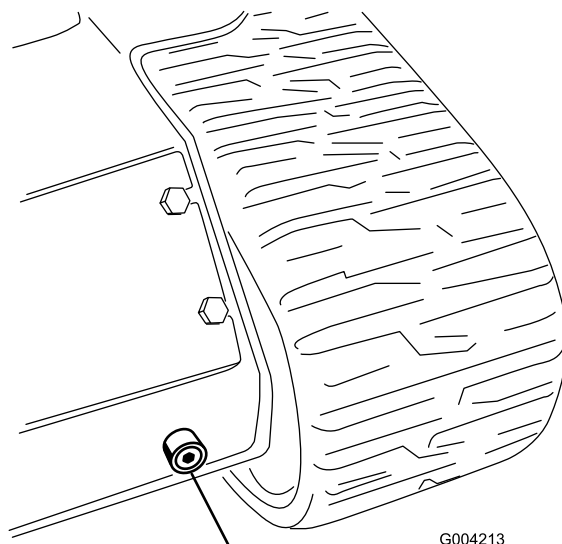

Figura 57
6. Coloque un recipiente grande (con capacidad para 56,8 litros) debajo del tapón de vaciado situado en la parte delantera de la unidad de tracción (Figura 57).
7. Retire el tapón de vaciado y deje fluir el aceite al recipiente (Figura 57).